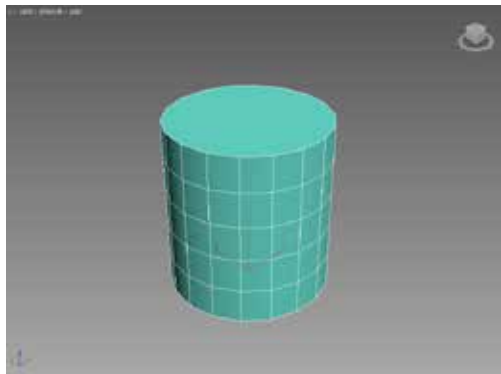

图 2-42 创建圆柱体
STEP 02 在任意视图中单击并拖动鼠标确定圆柱体底面半径。释放鼠标后上下移动鼠标确定圆柱体高度，最后单击即可创建圆柱体，如图 2-42 所示。